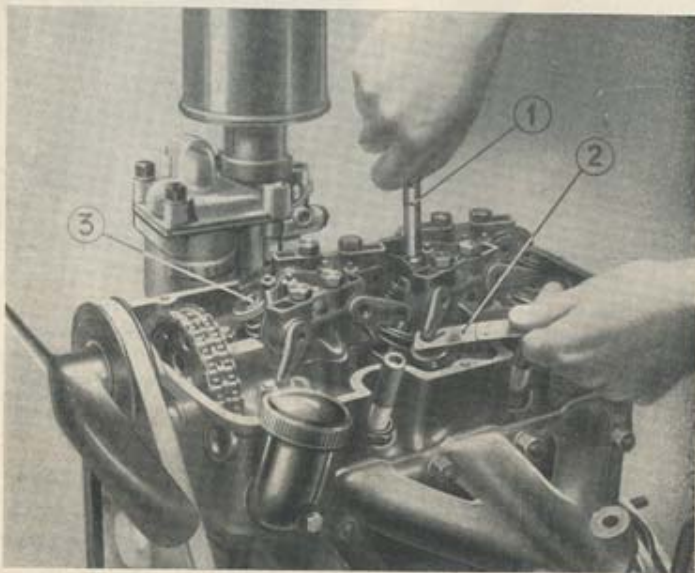

Fig. 7. - Registrazione del gioco delle valvole.
Per registrare il gioco tra i bilancieri e le valvole procedere nel seguente modo (vedi fig. 7):
- a) Registrare a mm. 0,45 il gioco tra la valvola aspirazione ed il relativo bilanciere del cilindro N. 2 (vedi fig. 7).
- c) Far ruotare l'albero distribuzione nel senso di rotazione del motore, fino a che la valvola di aspirazione (3) del cilindro N. 2, registrata col gioco di mm. 0,45, non inizi l'apertura (vedi fig. 7).